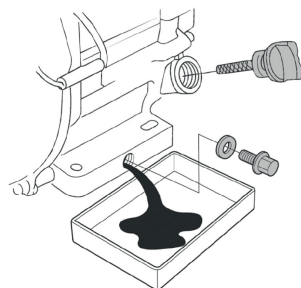

РИС. 14
4. Извлеките крышку-щуп (Рис. 14) и протрите его.